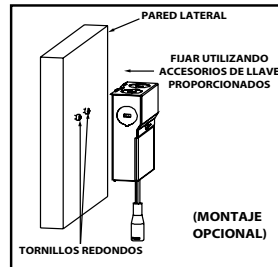

Figura 4
- DEBE seguir el código eléctrico local para la fijación del elemento rígido y la colocación de la caja del controlador remoto. (Figura 4)**